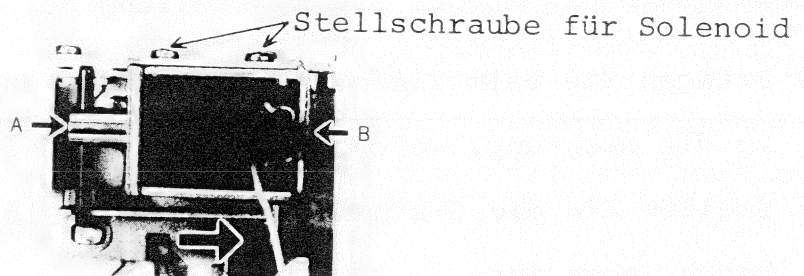

Abb. 13 (Solenoid-Teil)
c) Stellen Sie mit dem Finger die Richtung ---A, B für das Solenoid ein, und fixieren Sie das Solenoid an der Stelle, die Möglichst weit in Pfeilrichtung liegt, wie Sie aus Abb. 13 ersehen können.